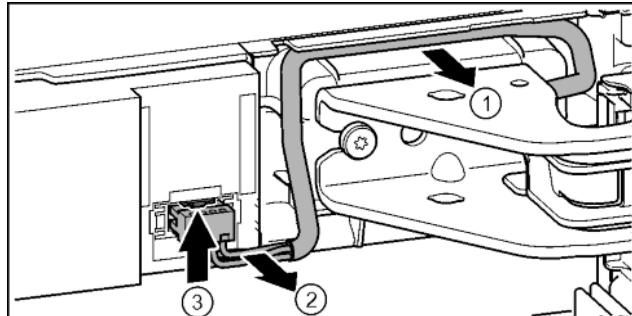

Fig. 19
► Осторожно освободить кабель над опорным кронштейном из направляющей. Fig. 19 (1)
► Аккуратно вытянуть жилы кабеля из канала. Fig. 19 (2)
► Прижать соединительную накладку вверх и осторожно вынуть штекер. Fig. 19 (3)